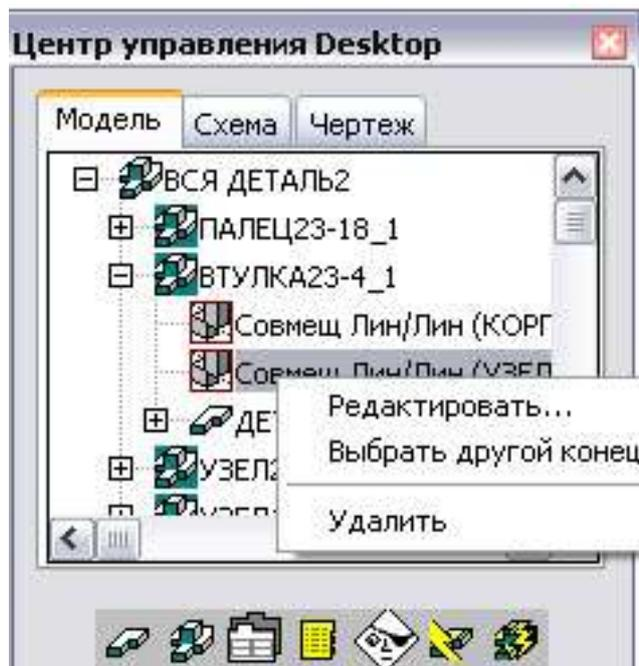

Рис. 59
**Работа с центром управления Desktop.** Записи о всех деталях, собираемых в узел, заносятся в окно **Центра управления Desktop**. В нем отображается не только иерархическая структура узла, но и зависимости, наложенные на каждую деталь. Работая в **Центра управления**, можно добавлять, изменять, удалять и копировать компоненты. Для редактирования зависимостей узла из центра управления необходимо щелкнуть правой кнопкой мыши на нужной зависимости (рис. 59).